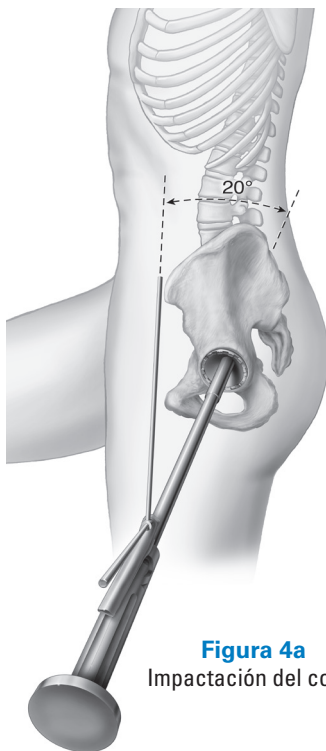
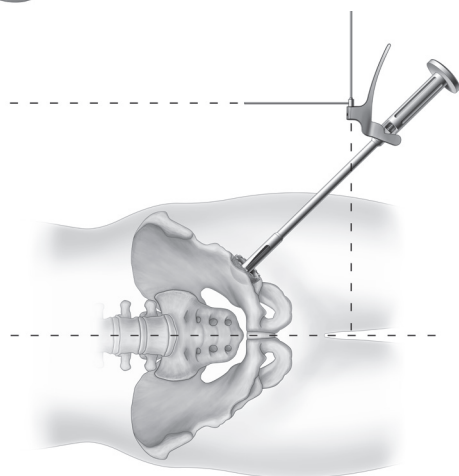

Figura 4a
Figura 4b
Paso 3. Monte la **guía para la alineación del impactor del cotilo** (121-01-01) en el impactor. Una vez ensamblada, rote la guía para la alineación hacia la marca L/R adecuada en el impactor del cotilo. Introduzca el cotilo en el acetábulo fresado y proceda a impactarlo para colocarlo en el lugar. Después del impacto, la barra horizontal de la guía de alineación debe quedar paralela al eje longitudinal del cuerpo (*Figura 4a*) para un cotilo con 20° de anteversión (si el paciente está en decúbito lateral), mientras que la barra vertical debe ser colocada hacia arriba, perpendicular al suelo, para un cotilo con una inclinación de 45° (*Figura 4b*). La alineación correcta habitualmente es 45° de inclinación y 20° de anteversión, indicadas por la guía de alineación. Se recomienda asentar el cotilo en esta posición para garantizar el posicionamiento adecuado y reducir la posibilidad de luxación y pinzamiento. Se debe verificar la estabilidad de la interfase hueso-implante aplicando fuerza moderada en distintas partes del anillo de la prótesis. El implante se debe fijar firmemente en el acetábulo; no debe haber espacio entre el cotilo y el acetábulo. Si el cotilo gira en el acetábulo, se debe seleccionar un cotilo más grande y repetir la preparación del hueso fresando para un tamaño mayor.